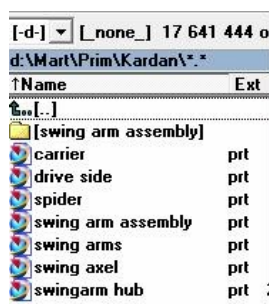
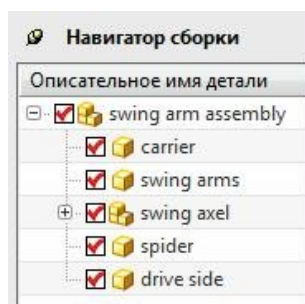
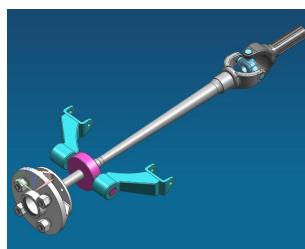

Рис.70
рис.71
рис.72
•Представьте, что в директории уже существует ранее отлаженный и сохраненный проект симуляции некоторого механизма (рис.72). Внутри директории этого проекта сохранены *статическая сборка* проекта (первое сохранение, рис.70), и итоговый результат симуляции проекта (второе сохранение).
•Предположим, что в данном случае вы загружаете только файл **статической сборки** проекта (*swing arm assembly.prt*, рис.70).
•После такой загрузки в рабочем поле вы увидите представление *статической сборки* (рис.72), а в *навигаторе сборки* перечень всех её компонентов (рис.71).